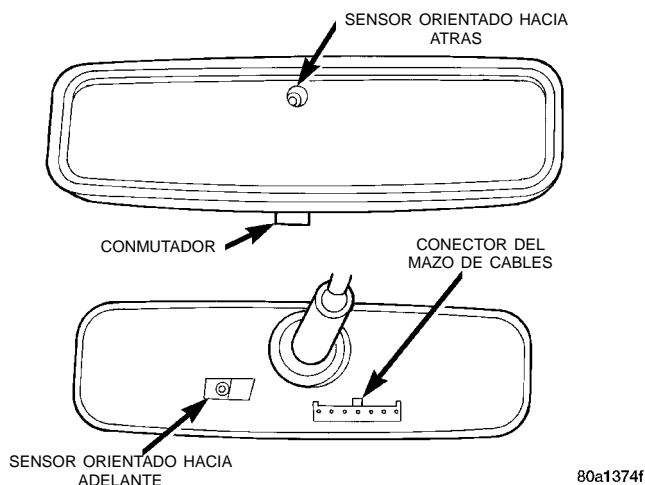

Fig. 1 Espejo diurno/nocturno automático
(3) Desenchufe el conector del mazo de cables del espejo (Fig. 1). Verifique si hay voltaje de batería en la cavidad del circuito de salida del interruptor de encendido protegido por fusible del conector del mazo de cables del espejo. Si es así, diríjase al Paso 4. De lo contrario, repare el circuito abierto al tablero de conexiones según sea necesario.